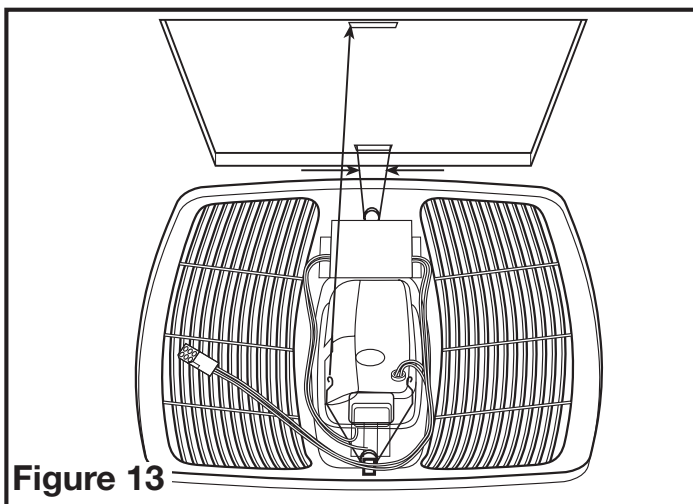

Figure 13
6. Installez la grille en pressant les ressorts ensemble pour les installer dans la fente la plus éloignée du compartiment de câblage sur le boîtier du ventilateur. Attachez le câble à connexion rapide de 6 broches de la grille au connecteur de 6 broches sur le dessus du couvercle du compartiment de câblage. Le câble ne s'insère que d'une façon dans la prise. Installez l'autre ressort et poussez la grille vers le haut en place (Figure 13).